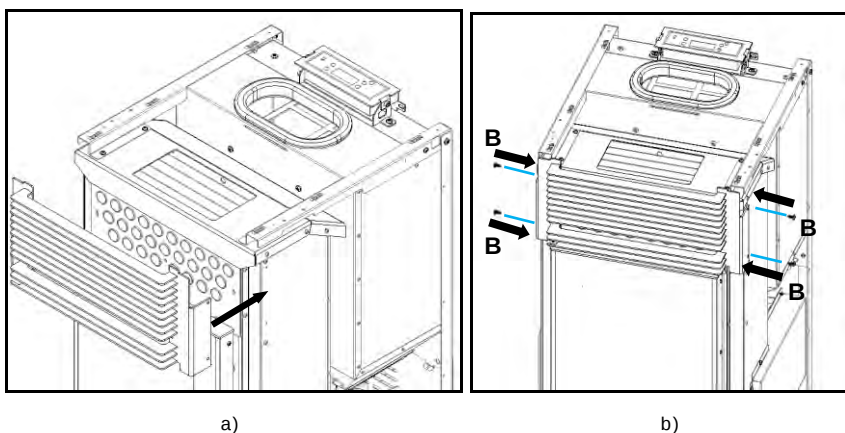

Figura 91 – Aperto da grelha frontal
a) Encaixar e aparafusar a grelha frontal do kit 1, utilizando quatro parafusos **B** (DIN 7981 4,2x9,5), como demonstra a Figura 91.